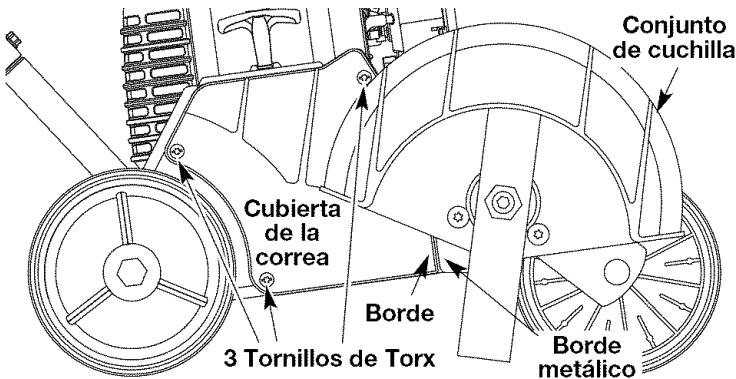

Fig. 37
3. Utilizando un destornillador de cabeza plana o Torx T-20, quite los tres tornillos que sujetan la cubierta de la correa a la caja de la correa (Fig. 37).
21. Deslice la cubierta de la correa detrás del conjunto de cuchilla, de manera que el borde de la cubierta de la correa caiga detrás del borde metálico del conjunto de cuchilla (Fig. 37).